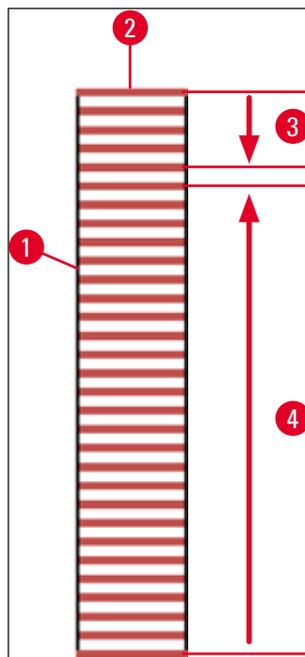

Fig. 74
Pour éviter le dessèchement des lames au cours du traitement, le programme commence toujours par recouvrir les 5 premières lames. Puis, le rack se déplace vers le haut et le programme continue en recouvrant d'une lamelle la dernière lame du rack (→ Fig. 74).
- L'affichage schématique (→ Fig. 74) d'un rack (→ Fig. 74-1) avec les lames utilisées (→ Fig. 74-2) montre la séquence pendant le traitement.